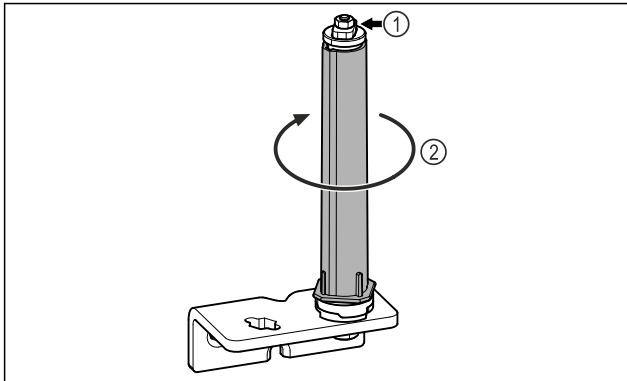

Fig. 28
- ▶ Neardykite durų uždarymo sistemos Fig. 28 (1).
- ▶ Sukite uždarymo sistemą Fig. 28 (2), kol ji užsifikuos.